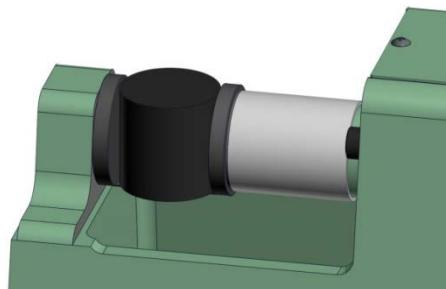

Abbildung 5.2.4
4. Legen Sie den Motorstartschalter nach links und halten Sie ihn dort, um mit der Lasteinwirkung auf die Probe zu beginnen. Fahren Sie mit der Lasteinwirkung auf die Probe fort, bis diese bricht. (Siehe Abbildung 5.2.4.)